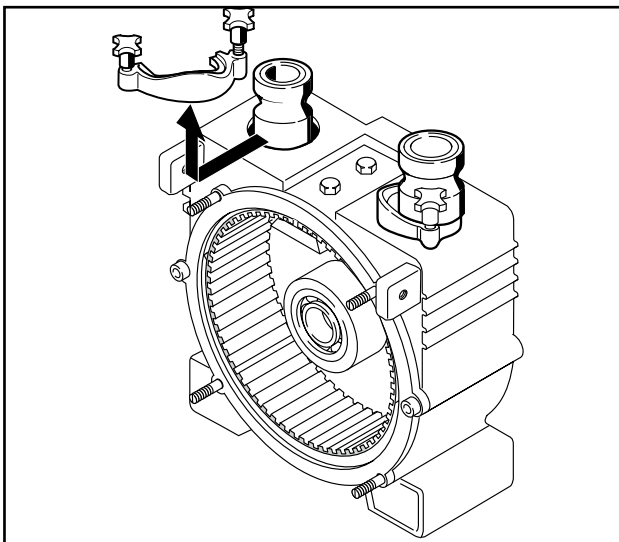

Fig. 11 – Démontage des demi-brides
7. Desserrer et retirer les deux pinces de fixation du tuyau (fig. 11).